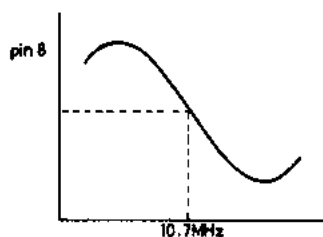
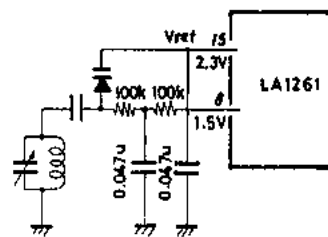

図1
図2 国内（下側局発）バンド
- ・検波コイル推奨値をつぎに示す。（図1参照）
8ピンFM出力端子のSカーブは図1のように変化する。したがって図2、3のように国内バンド（下側局発）と国外バンド（上側局発）とで使い分けていただきたい。